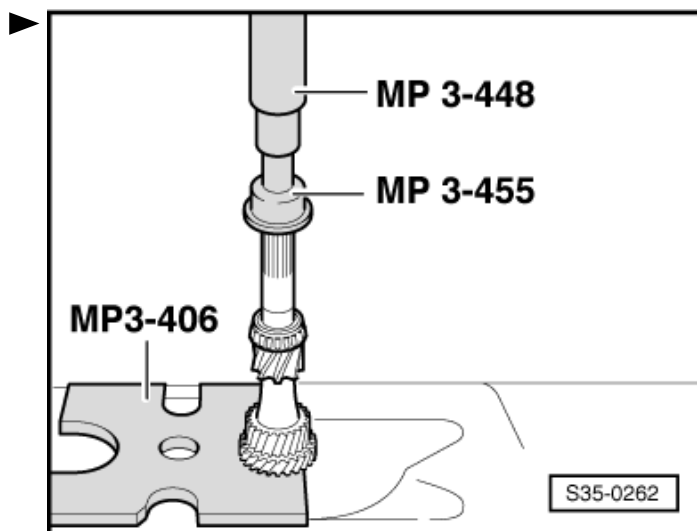

Abb. 8: Zahnrad 4. Gang aufpressen
- ☐ aufpressen ⇒ Abb. 8 in **35-1** Seite 6